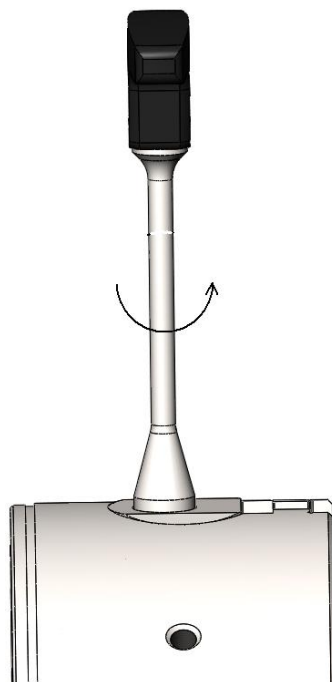

Abb. 14. Verriegelung lösen
- dröcken Sie den Schlüssel bis zum Anschlag und drehen Sie ihn um 90° nach links (gegen den Uhrzeigersinn), um die Verriegelung der Klemmbacke zu lösen und sie in die Föhrungsschienen einföhren zu lassen, Abb. 14